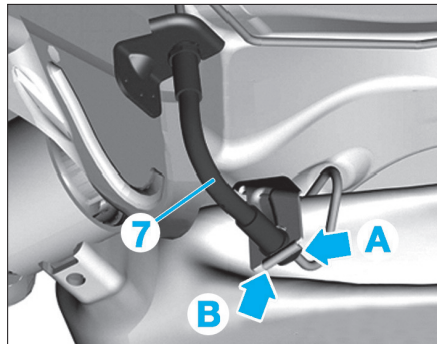

FIG. 80
- Débrancher la conduite de frein droite en (A) et retirer l'agrafe en (B) (Fig.80).